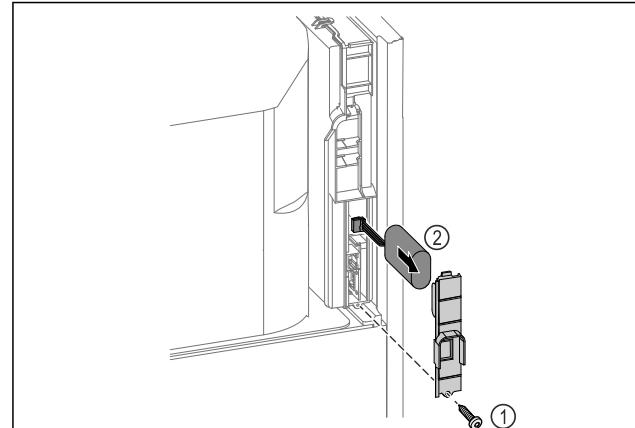

Fig. 222
- Odvrnute vijak i skinite poklopac na stražnjoj strani uređaja Fig. 222 (1).
- Iskopčajte i izvadite bateriju Fig. 222 (2).